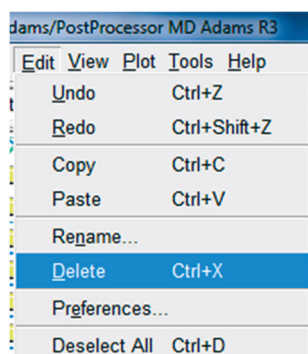

Figura 5.186 – Excluindo gráficos.
- Acesse o menu *Edit* → *Delete* (Figura 5.186).